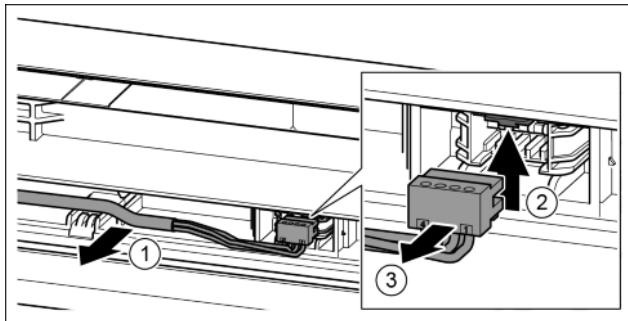

Fig. 19
- Осторожно высвободить серый кабель из направляющей в двери. Fig. 19 (1)
- Отжать соединительную накладку вверх. Fig. 19 (2)
- Осторожно извлечь штекер. Fig. 19 (3)